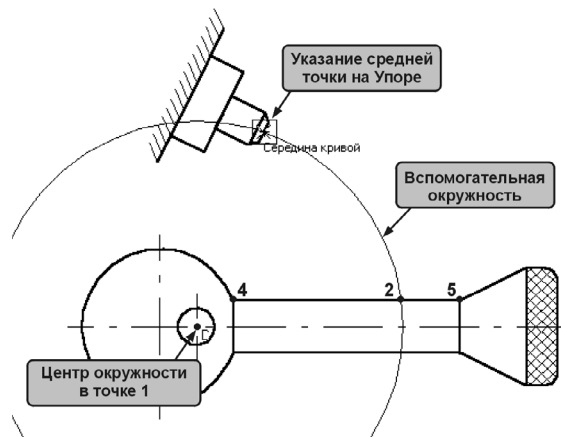

Рис. 19.6. Задание параметров поворота объекта
Именно она будет использована в качестве центра поворота (рис. 19.6).
1.6. Укажите курсором на отрезок *Упора*, как это показано на рис. 19.6.